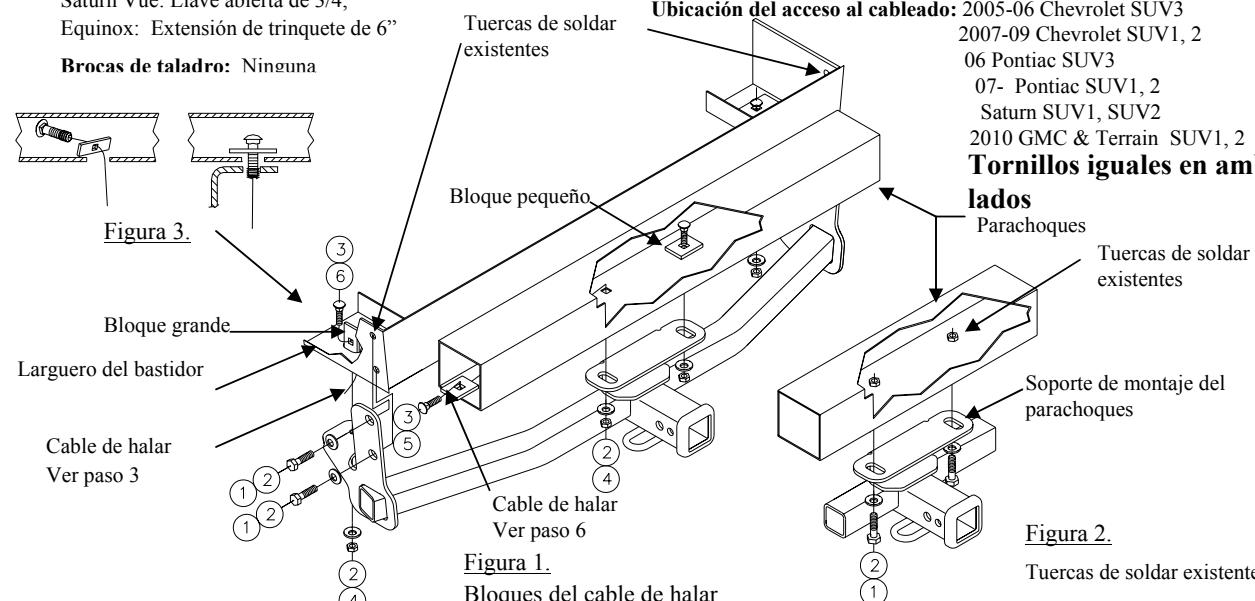

Figura 1.
4. Suba el enganche a su posición, levantando el soporte de montaje del parachoques por encima de la placa protectora (donde se necesite). Asegure con pernos M12 y arandelas cónicas en las tuercas de soldar existentes, con cuidado de no empujar los pernos en el bastidor, como se muestra en la Figura 1.
6. Saturn Vue: Hale los pernos de carroaje y los bloques pequeños a través del extremo del parachoques e introduzca a través del soporte de montaje del parachoques con el cable de halar. Una la arandela cónica y la tuerca como se muestra en la Figura 1.